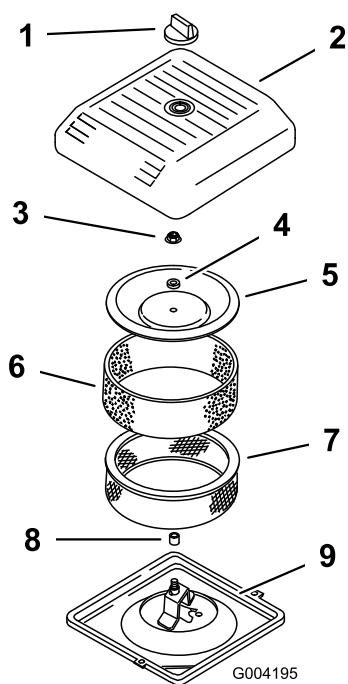

Figura 155
3. Răsucești butonul și scoatești capacul filtrului de aer (Figura 155).
- Glisai cu grijă prefiltrul din spumă de pe elementul din hârtie (Figura 155).
- Deurubai piulia capacului i îndepărtați capacul, distanțierul i filtrul din hârtie (Figura 155).